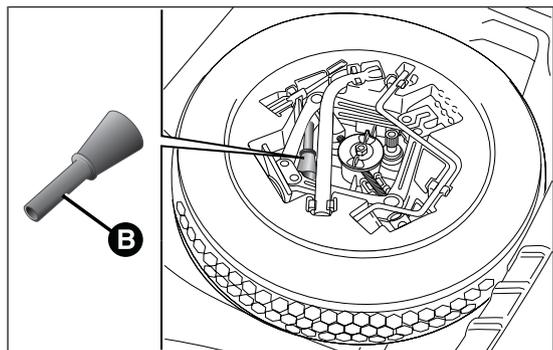
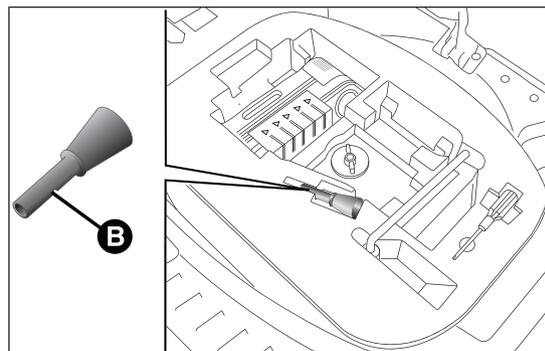

fig. 89
fig. 90
- aprire il bagagliaio e prendere l'apposito adattatore B ubicato nel contenitore portattrezzi (versioni dotate di ruotino di scorta - per versioni/mercati, dove previsto) fig. 89 o nel contenitore del Fix&Go Automatic (versioni dotate di Fix&Go Automatic) fig. 90;